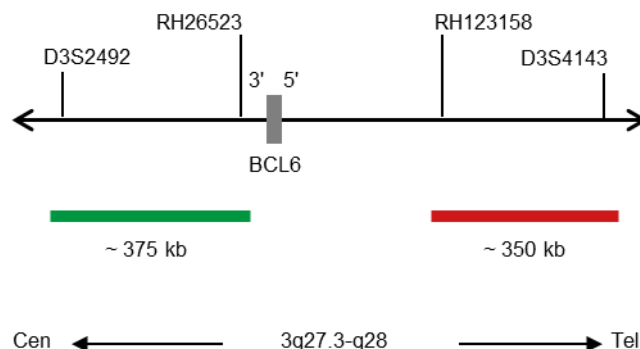

Fig. 1: SPEC BCL6 Mapa da sonda (não à escala)
- Polinucleótidos marcados com digoxigenina (~0,50 ng/μl), que têm como alvo sequências mapeadas em 3q27.3\* (chr3:187,028,236-187,403,834) proximais à região do ponto de quebra BCL6 (ver Fig. 1).
- Polinucleótidos marcados com dinitrofenilo (~0,75 ng/μl), que têm como alvo sequências mapeadas em 3q27.3-q28\* (chr3:187,744,962-188,097,195) distal à região do ponto de quebra BCL6 (ver Fig. 1).